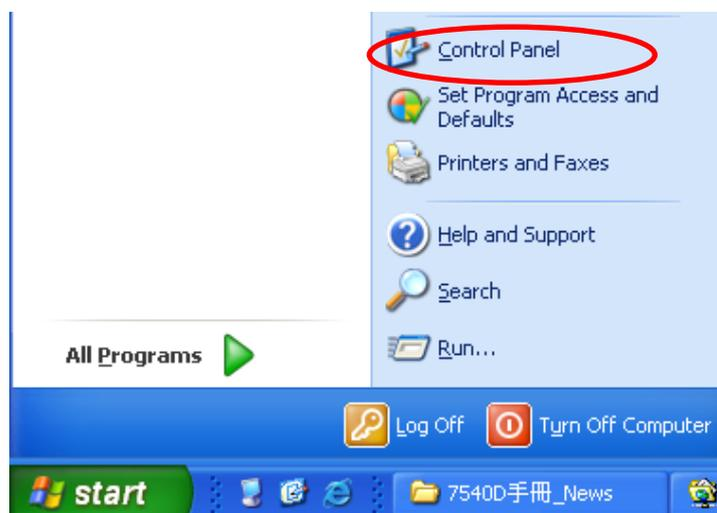

图 3-7： 选择「控制台」
**Step 1:** 点选在任务栏的「开始」，然后单击「控制台」，如图 3-7 所示：